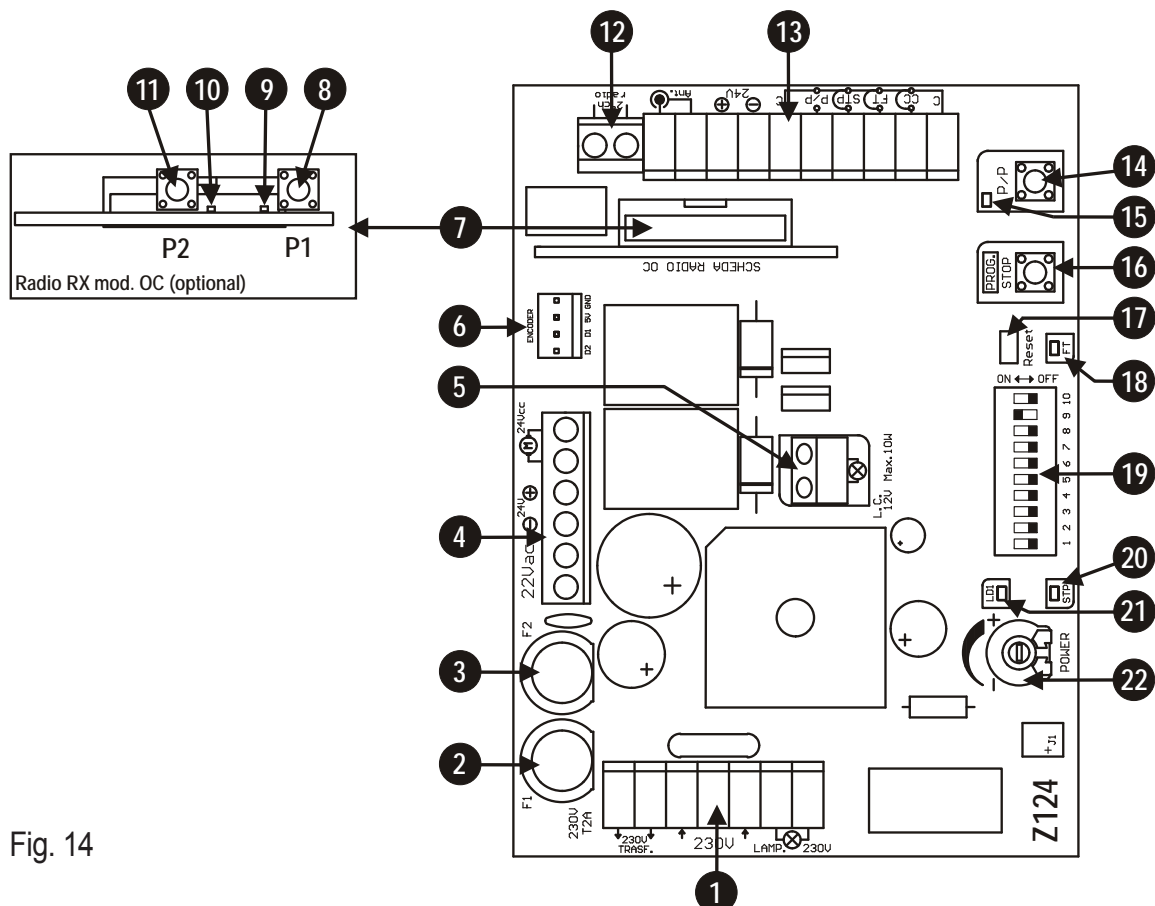
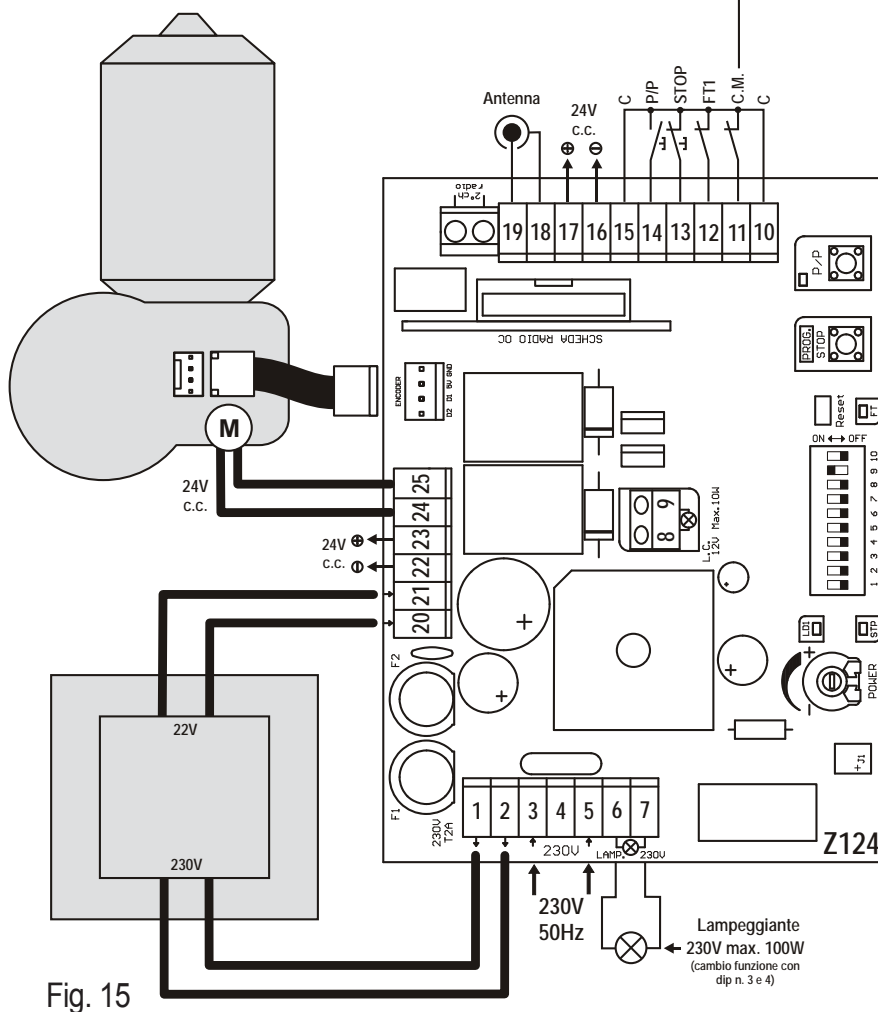

Fig. 14
Fig. 15
F DESCRIPTION DES PARTIES (fig. 14)
Pour les connexions suivre les tableaux 1 et 2 et la figure 15.
- 1) En maintenant la touche PROG enfoncée, effectuer une réinitialisation en court-circuitant avec un tournevis le cavalier Reset (pos. 17 fig. 14).
- 9) Pour revenir au fonctionnement normal effectuer une réinitialisation de la logique de commande (court-circuiter le connecteur, pos. 17 fig.14)
Durant la phase d'apprentissage on actionnera plusieurs fois la touche **P/P** (pos. 14 fig. 14), en alternative on peut utiliser la commande **P/P** (borne 14, fig. 15) ou l'émetteur radio mémorisé sur le premier canal du récepteur.